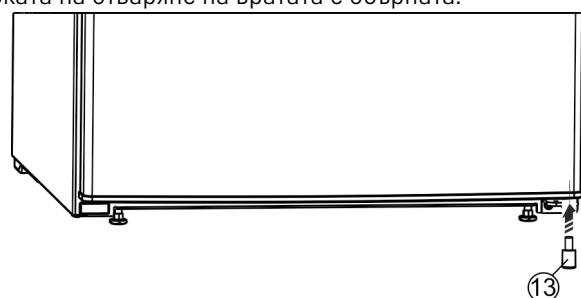

Fig. 27*
- ▶ Поставете отново дистанционния елемент Fig. 27 (13) долу вдясно във вратата, защото това е важно за стабилността на уреда.*